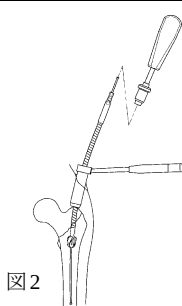

図2
- グリップハンドルをフレキシブルリーマー後端に接続し、スキンプロテクターを介して近位部をリーミングします。（図2）